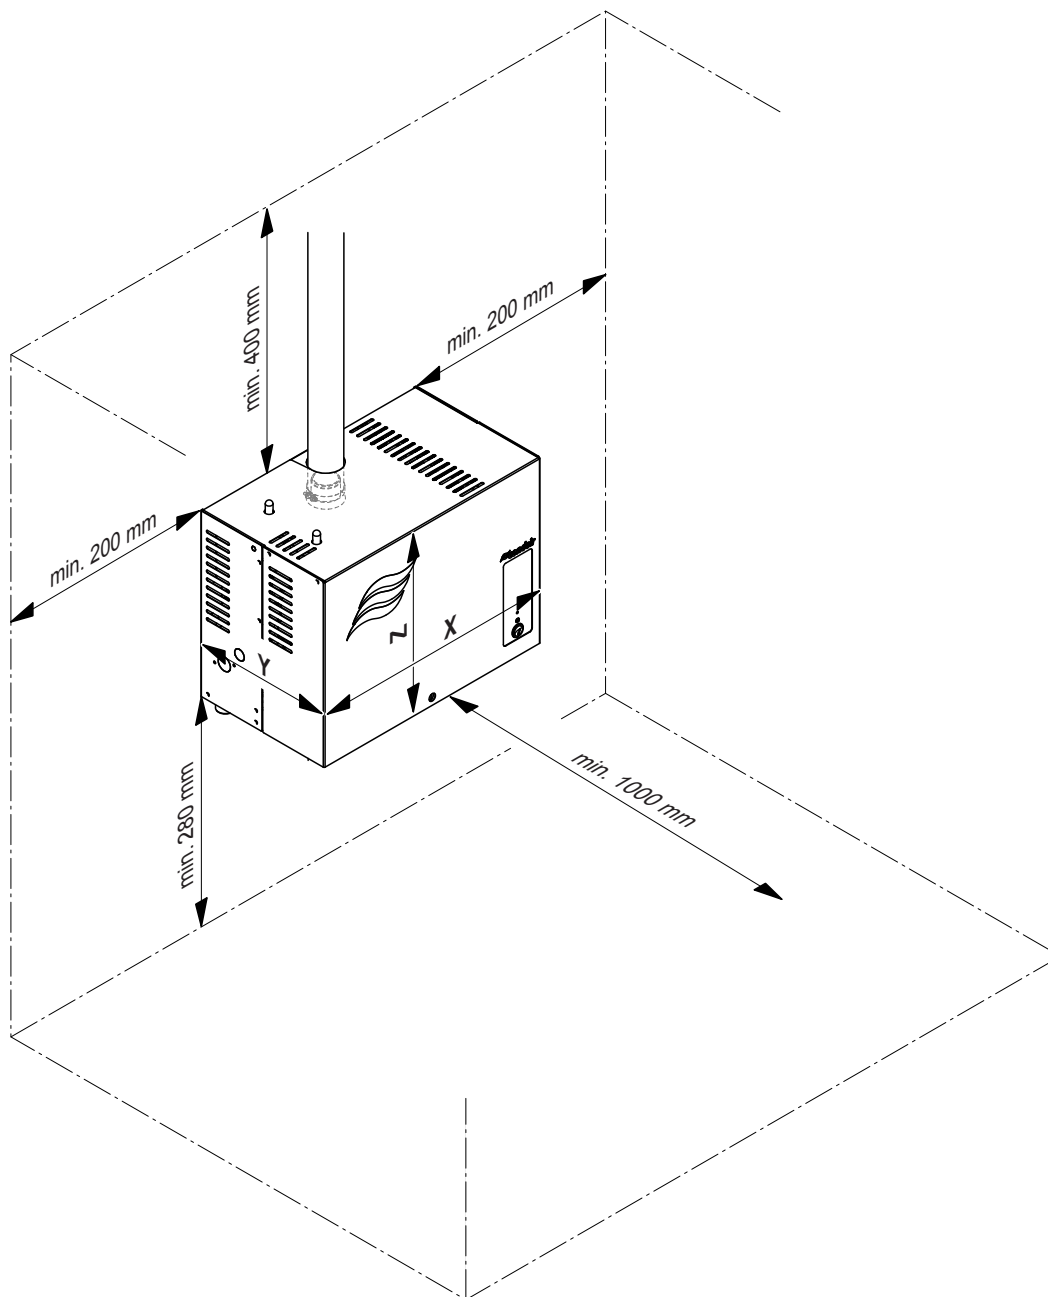

Fig. 14: Distances à respecter
- Le générateur de vapeur Condair Omega est conçu pour un montage mural ou avec les plaques de base en option pour un montage au sol. Veillez à ce que la construction (mur, pilier, console fixée au sol, etc.) sur laquelle l'appareil doit être monté ait une **portance suffisante** (tenez compte des indications de poids, reportez-vous au tableau des poids et mesures sur l'Fig. 14) et qu'elle se prête à la fixation d'un tel appareil.
- Placez le générateur de vapeur de telle sorte qu'il soit **bien accessible** et qu'il y ait suffisamment de place pour faire la maintenance. Respectez les **distances minimales** conformément à l'Fig. 14.